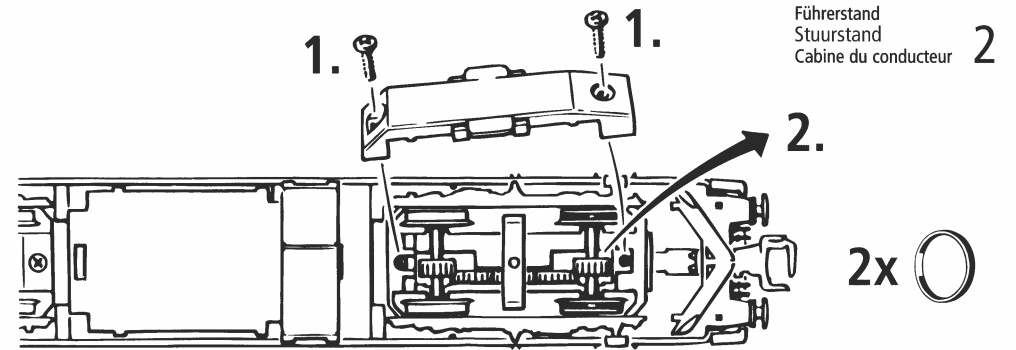

Fig. 5
1. Reinigung der Radstromkontakte: Radstromkontakte können auf unsauberen Schienen leicht verschmutzen. Bitte **entfernen Sie vorsichtig** mit einem kleinen Pinsel **den Schmutz** an den in Fig. 5 gekennzeichneten Stellen. Dazu zuerst das Lokgehäuse abnehmen (Fig. 3).
Les lames de contact risquent de s'encrasser rapidement sur des voies poussiéreuses. Veuillez **enlever la poussière** aux endroits marqués à la fig. 5. Veuillez démonter d'abord la caisse de votre locomotive (fig. 3).
Verwijder de lochuis (fig. 3). en verwijder met een penseel het vuil van de in fig. 5 aangegeven plaatsen.